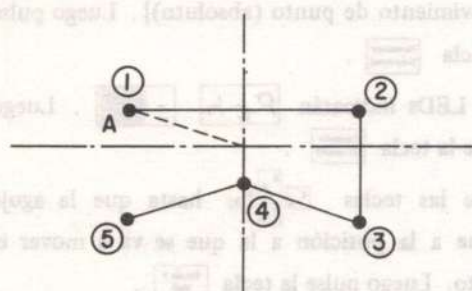

Fig. 2
Paso 7 Pulse las teclas  y , mueva la aguja para confirmar que la posición del patrón se ma movido como se ilustra en la Fig. 2.
Paso 8 Pulse las teclas  y  hasta que la aguja llegue a la posición ② que se ilustra en la figura.